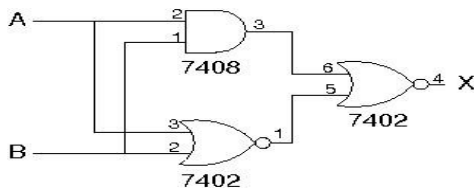

Figura 1 Esquema elétrico-lógico.
- Identifique no “TTL Data Book” os componentes necessários para implementação do circuito da Figura 1.